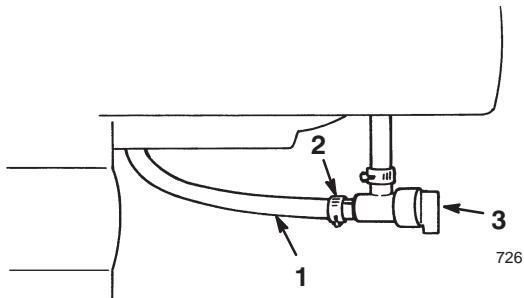

Figure 15
- Robinet d'essence** (Fig. 15)—Fermez le robinet en le tournant dans le sens des aiguilles d'une montre et ouvrez-le en le tournant dans le sens contraire des aiguilles d'une montre. Fermez le robinet lorsque vous n'utilisez pas la déneigeuse.
4. Ouvrez le robinet d'essence situé au-dessous du réservoir de carburant (Fig. 15).
6. Fermez le robinet d'essence (Fig. 15).